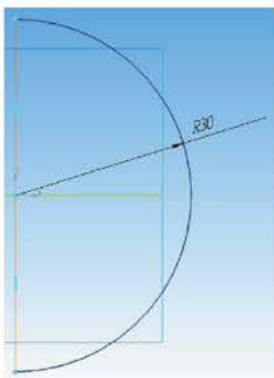

Рисунок 9.1 Эскиз для построения сферической поверхности
2. На плоскости XY построить эскиз полукруга радиусом 30 мм (рисунок 9.1). Выйти из режима *Эскиз*.